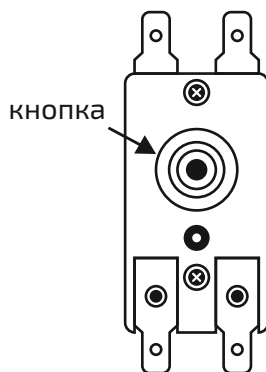

Рис. 7
5. Водонагреватель оснащен термовыключателем (Рис. 7), который прекратит подачу электроэнергии к ТЭНу, при перегреве воды. Если водонагреватель включен в сеть, но не происходит нагрев воды и не горит индикатор подключения к электросети, значит отключился или не был включен термовыключатель. Для возврата водонагревателя в рабочее состояние необходимо: - отключить питание от электроводонагревателя, снять силиконовую заглушку на нижней крышке «Reset» (Рис. 1), нажать кнопку термовыключателя (отверткой или карандашом), вернуть заглушку.